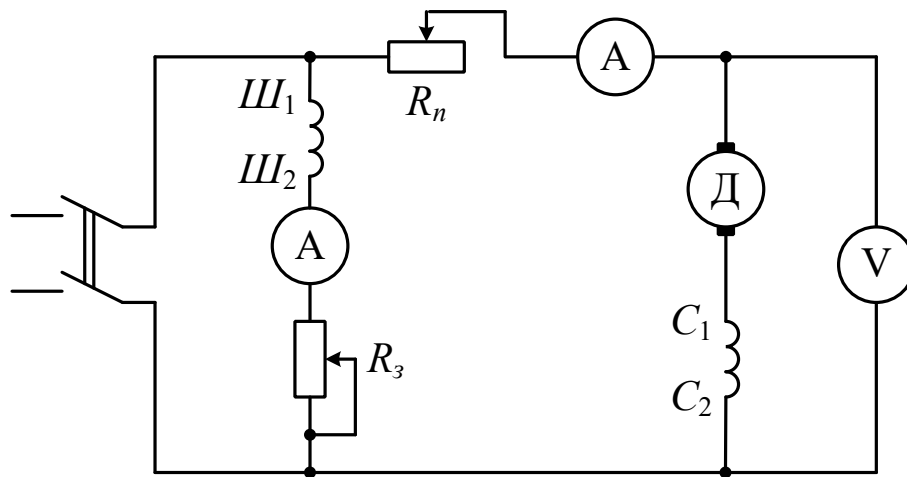

Рисунок 7.1
2.1 Складіть електричну схему (рисунок 7.1) та запросіть викладача для перевірки.